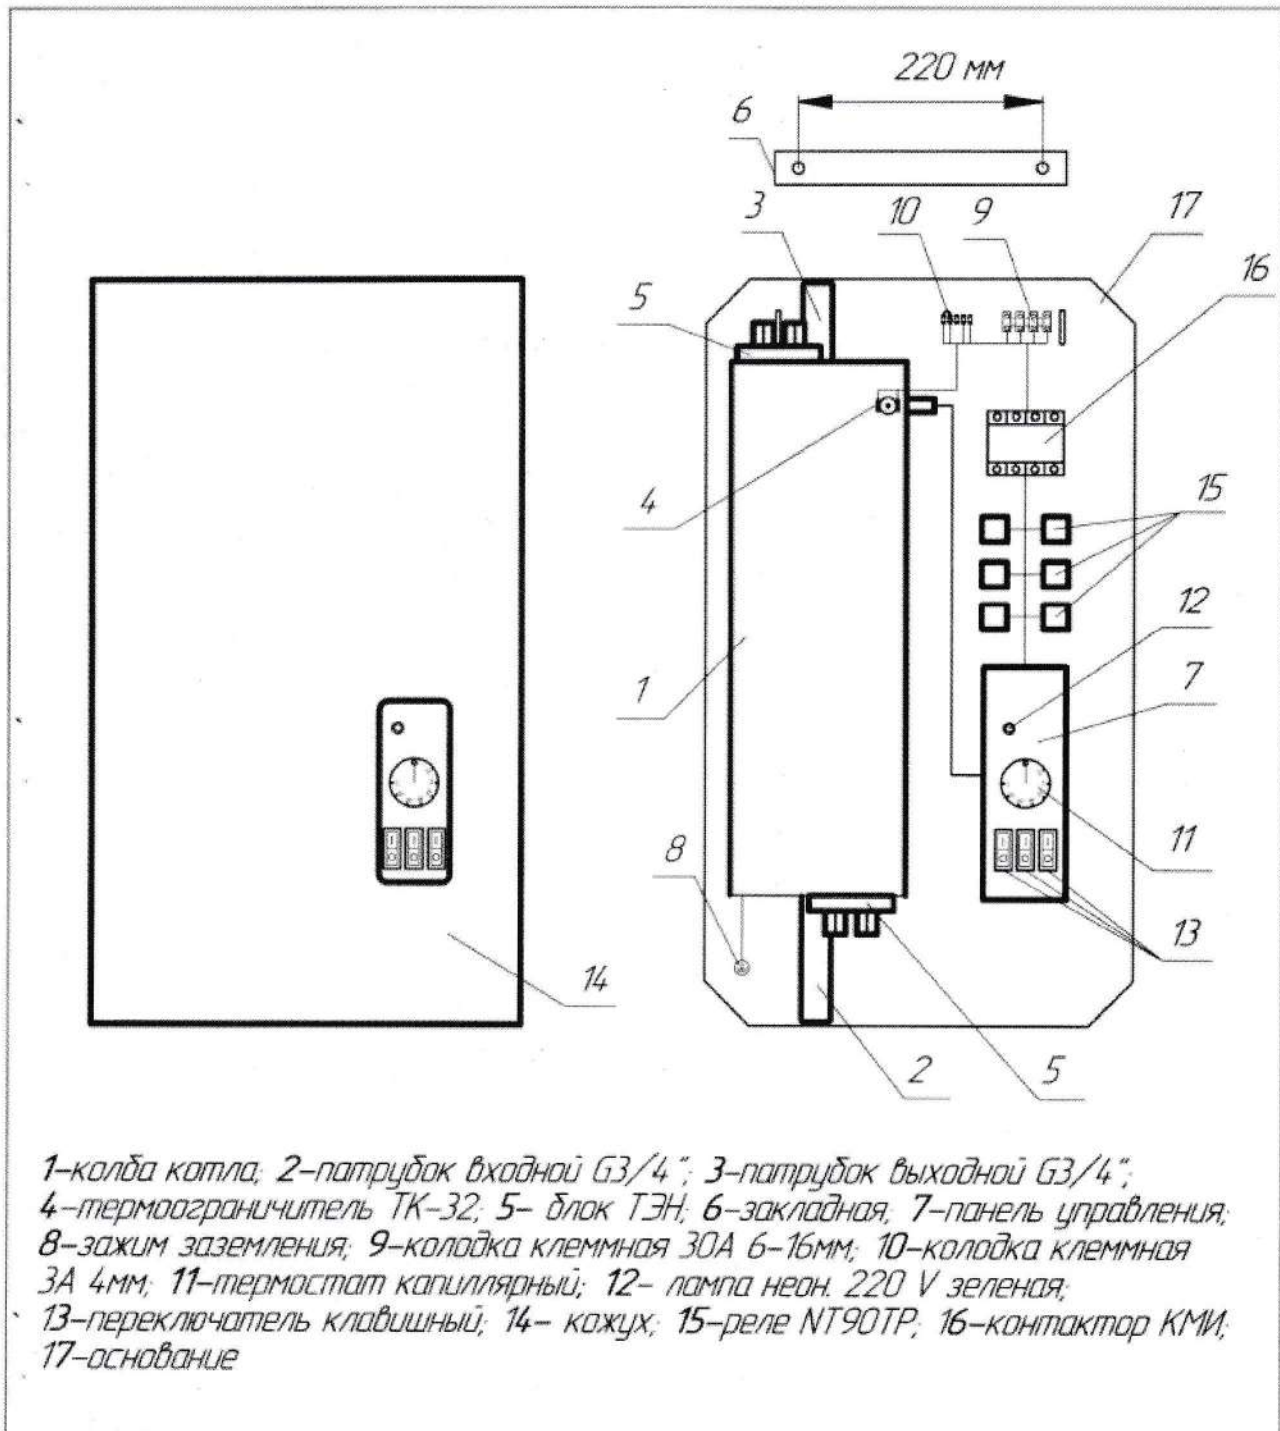
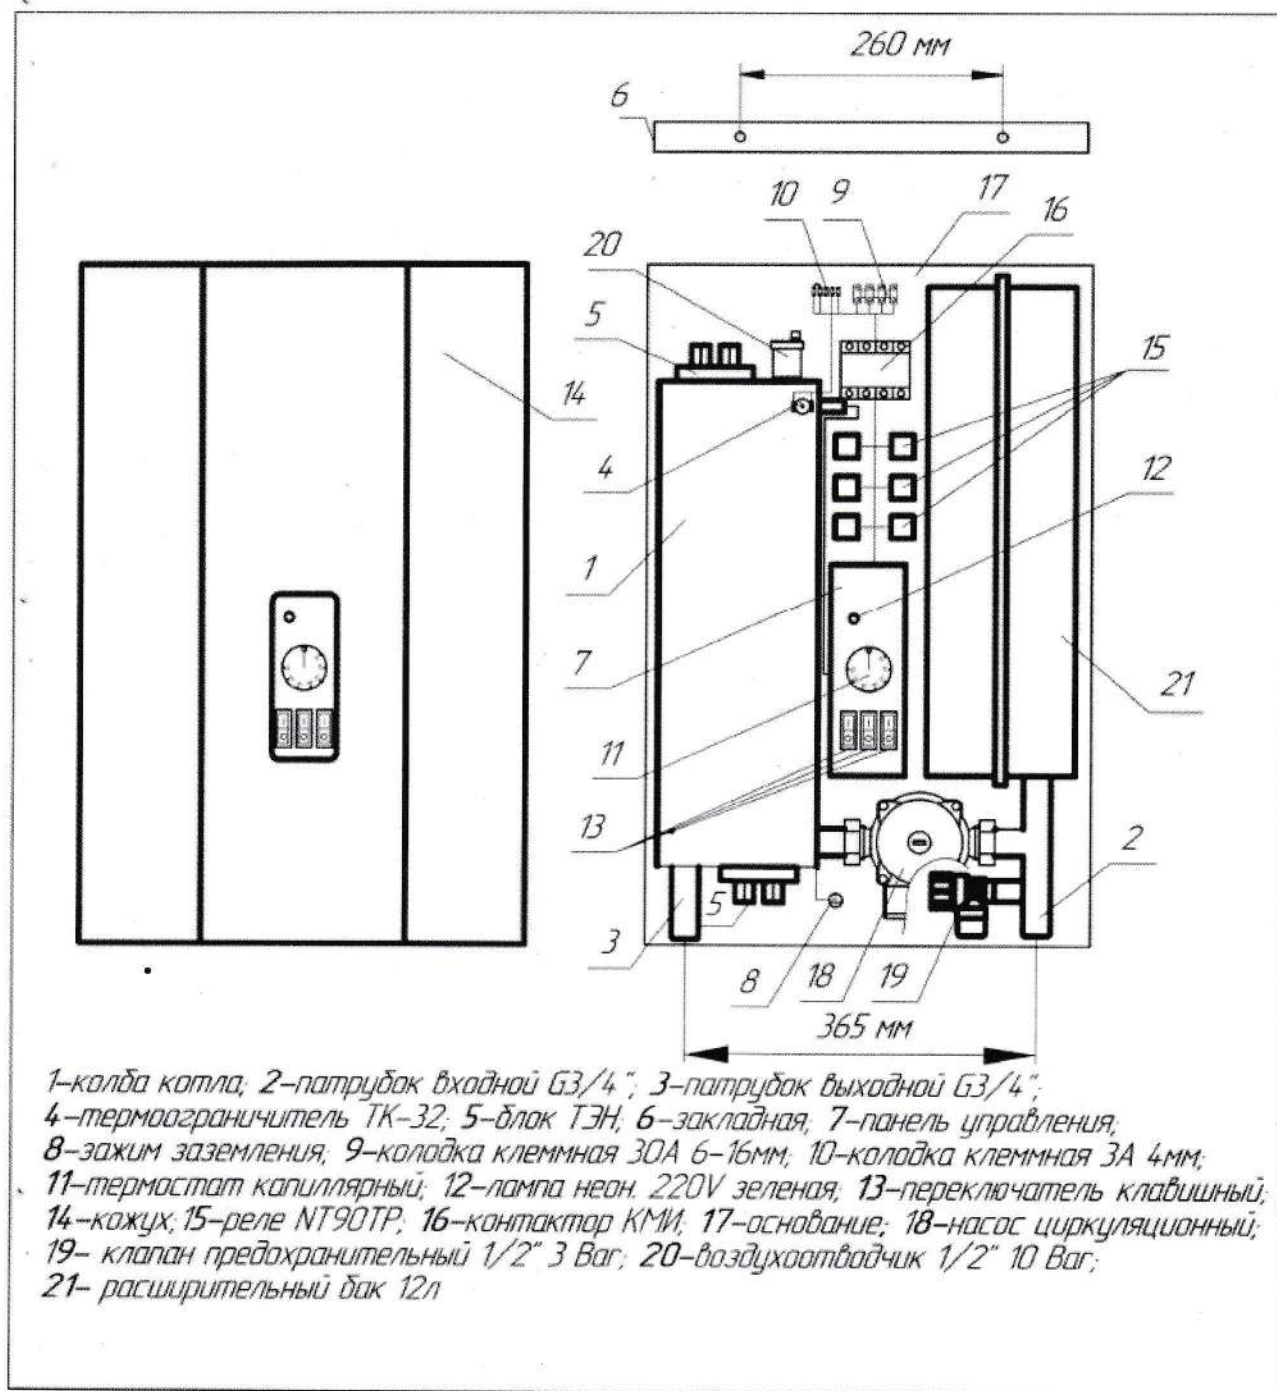

Рисунок 2
Рисунок 3
3.3 Электропитание приборов осуществляется от трехфазной электрической сети переменного тока частотой 50Гц, напряжением 380В с глухозаземлённой нейтралью, кроме этого, приборы мощностью 5,1кВт, 7,5кВт и 9кВт могут подключаться к однофазной электрической сети переменного тока частотой 50Гц, напряжением 220В см. рис. 3 и 4.
6.1.4 Прибор ЭПН- Есо 5,1-15 крепится вертикально на стене, согласно своим установочным размерам, с использованием комплекта крепежа. Приборы ЭПН- Есо *Comfort* и ЭПН-Есо *Advance* крепятся с помощью комплекта крепежа и закладных (кронштейнов) см. рис.1, рис.2, рис.3).